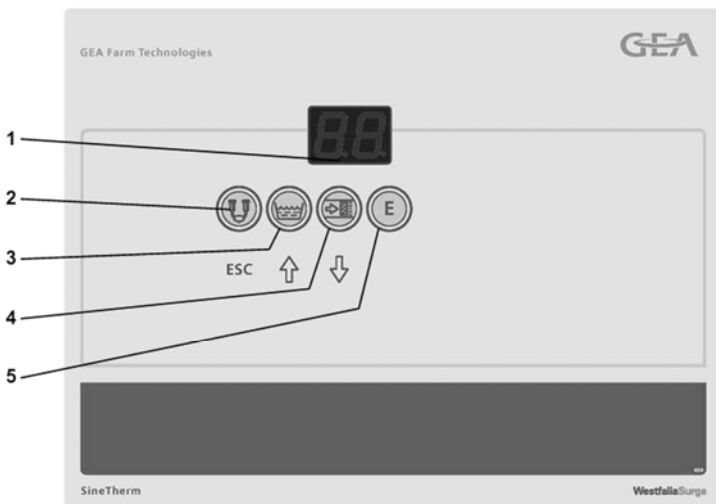

Рисунок 2.31 – Пульт управления:
– Режимы и функции отображаются на дисплее (рис. 2.31).